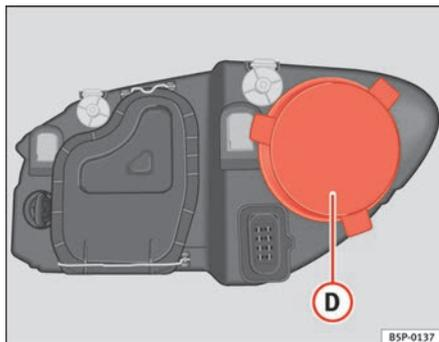

Fig. 188 Feu de croisement
- Retirez le cache ⇒ fig. 188 ① en tirant dessus.